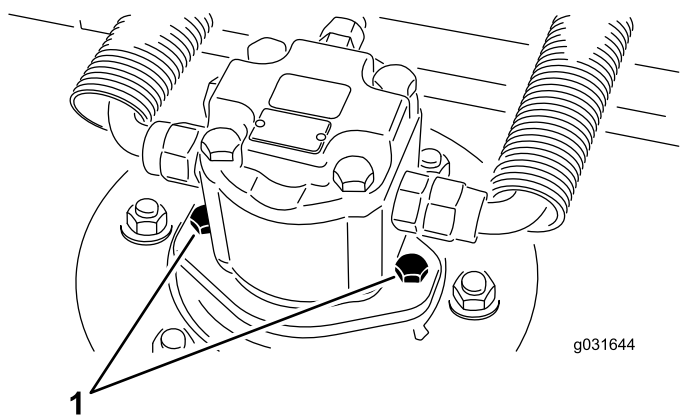

Figure 69
2. Retirez les vis du moteur hydraulique, puis débranchez et déposez le moteur hydraulique de l'unité de coupe (Figure 69).
4. À l'aide des vis de fixation du moteur hydraulique, reposez le moteur hydraulique sur l'unité de coupe (Figure 69).